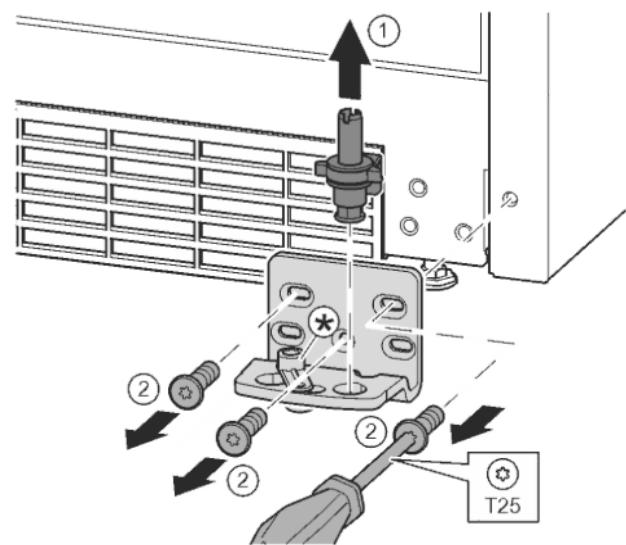

Fig. 12
- ▶ Опорний гвинт цілком витягніть рухом вгору. Fig. 12 (1)
- ▶ Викрутіть гвинти за допомогою викрутки T25 та зніміть опорний кронштейн Fig. 12 (2)